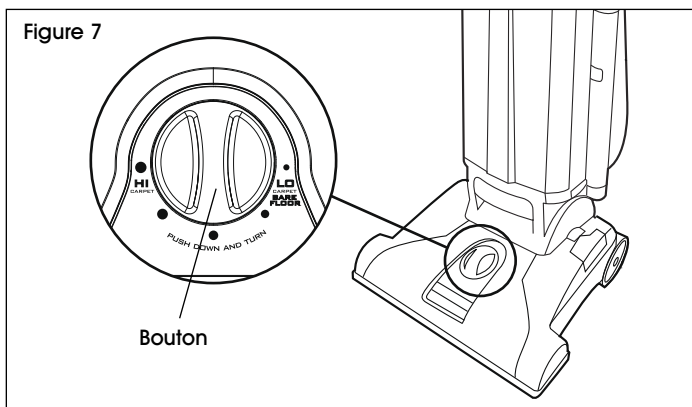

Figure 7
1. Pour régler la hauteur, appuyez et tournez le bouton au réglage souhaité. (Voir Figure 7)